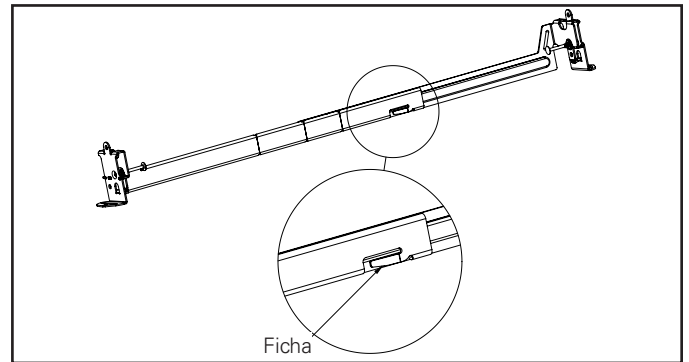
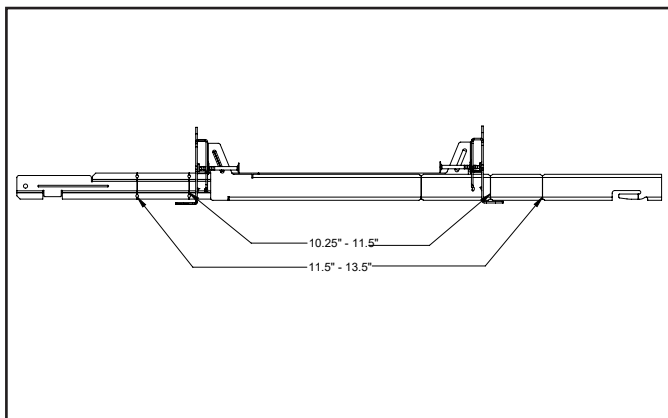

Figura 3
Figura 4
2. Los ganchos para colgar barras se pueden acortar para ajustarse a 12 in (30.5 cm) y extender al máximo para ajustarse a 24 in (61 cm) en el marco central; para retirar las barras de suspensión de la carcasa, presione las fichas y deslícelas para separarlas (Figura 3). Se rompe en las líneas de puntuación si se lo dobla en la dirección indicada, sin necesidad de herramientas (Figura 4).